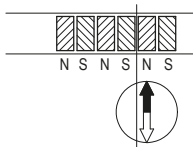

Abb. 11: Ermittlung der Polarität. Trennung des Magnetbandes
- Wenn erforderlich mit Kompassnadel kontrollieren, wo sich die Pole am Magnetband befinden (Abb. 11).